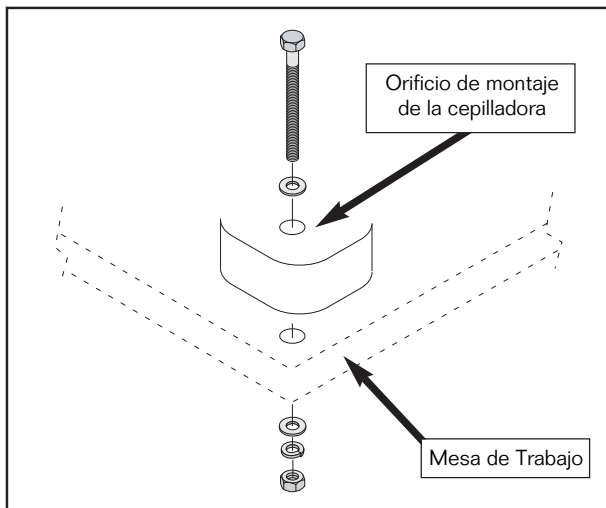

Figura 3. Fijación de la cepilladora a la mesa de trabajo
3. Para montar la cepilladora a su mesa de trabajo, utilice los materiales según el orden que se muestra en la **Figura 3**.